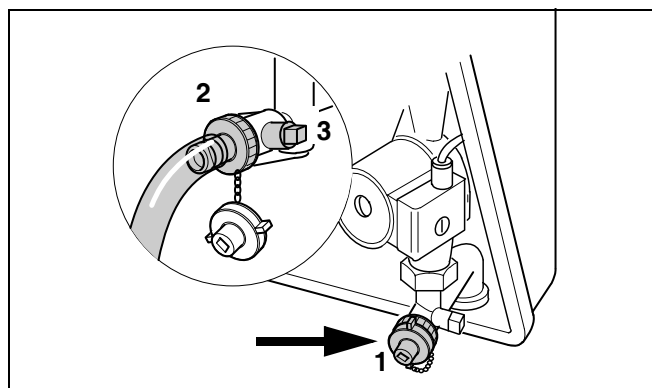

Abb. 15 Heizungsanlage füllen
- Verschlusskappe (Abb. 15, Pos. 1) abschrauben und Schlauchtülle (Abb. 15, Pos. 2) aufschrauben.
- Füll- und Entleerhahn (Abb. 15, Pos. 3) öffnen.